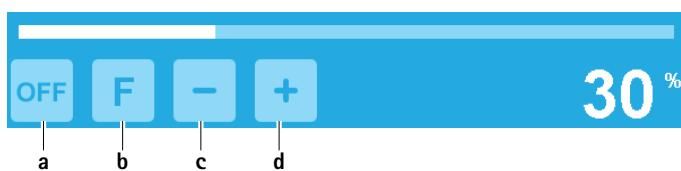

Abb. 7 Spülpumpe/“Flush”-Funktion aktivieren
- ▶ Spülpumpe aktivieren: Taste zum Einschalten der Spülpumpe **a** betätigen, siehe Abb. 7.
- ▶ Spülpumpe deaktivieren: Taste zum Ausschalten der Spülpumpe **a** betätigen, siehe Abb. 7.